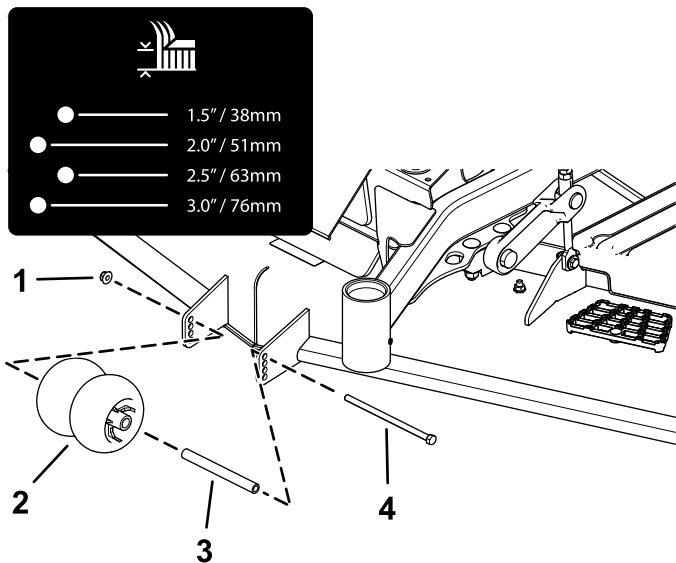
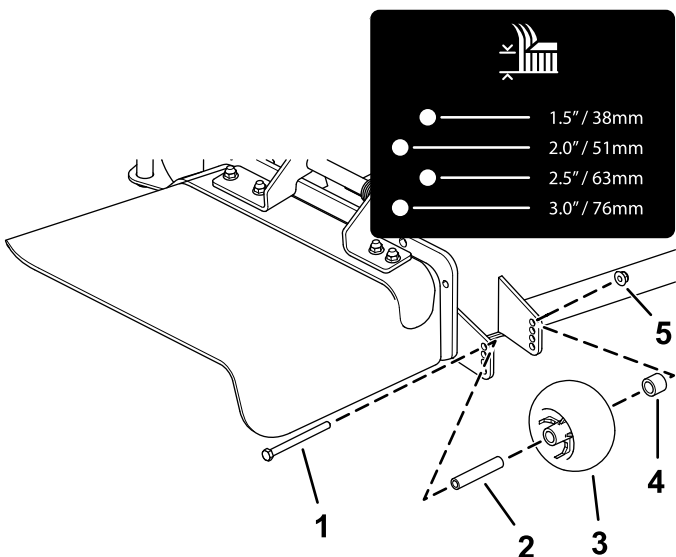
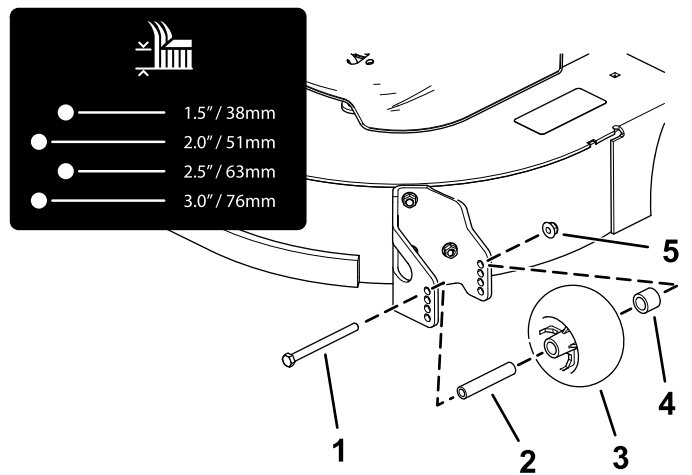
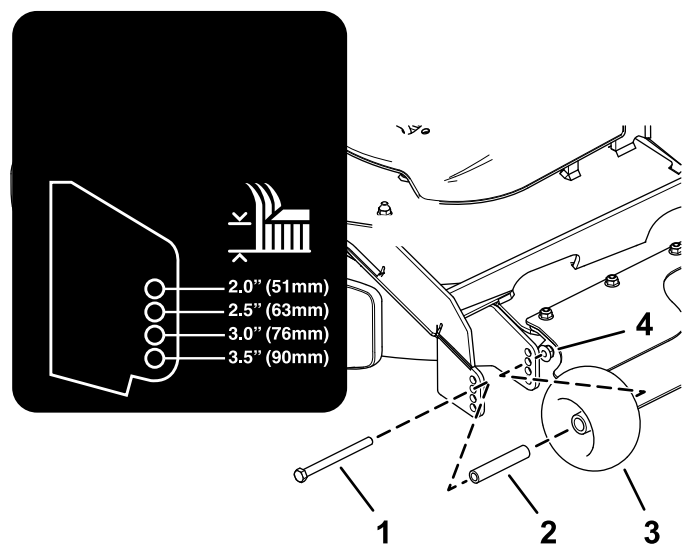

Figura 26
Figura 27
Figura 28
Figura 29
- Regolate i rulli antistrappo come illustrato in Figura 26, Figura 27, Figura 28 e Figura 29.